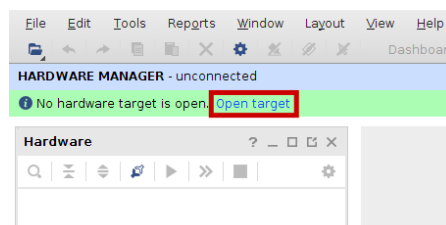

Figura 112. Apertura de objetivo
- e. Al abrir el administrador de hardware se informa que no hay ningún hardware objetivo abierto. Abra el objetivo haciendo clic en *Open target – Auto connect* (Figura 112).